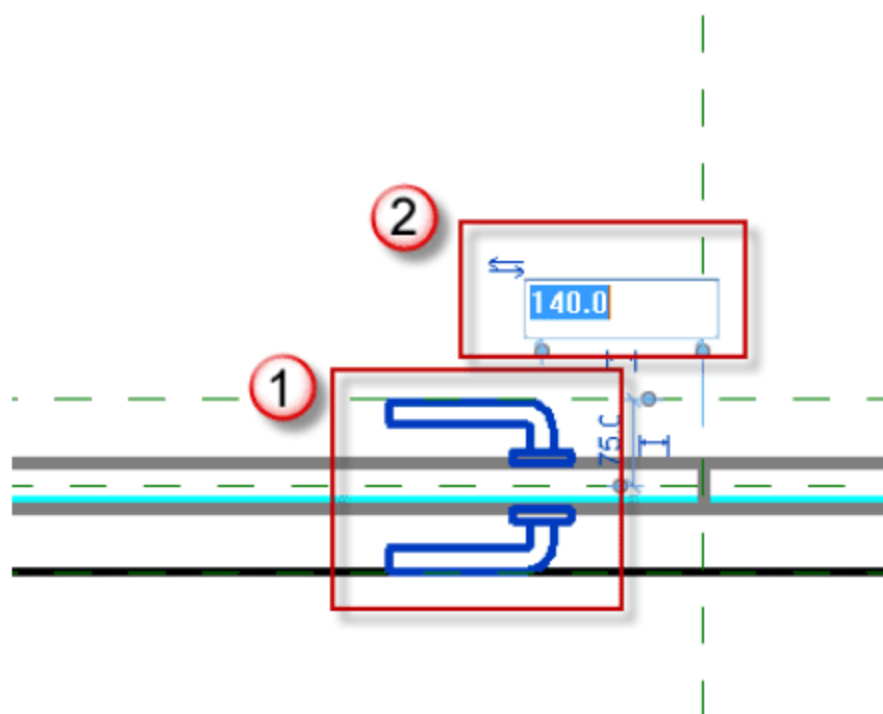
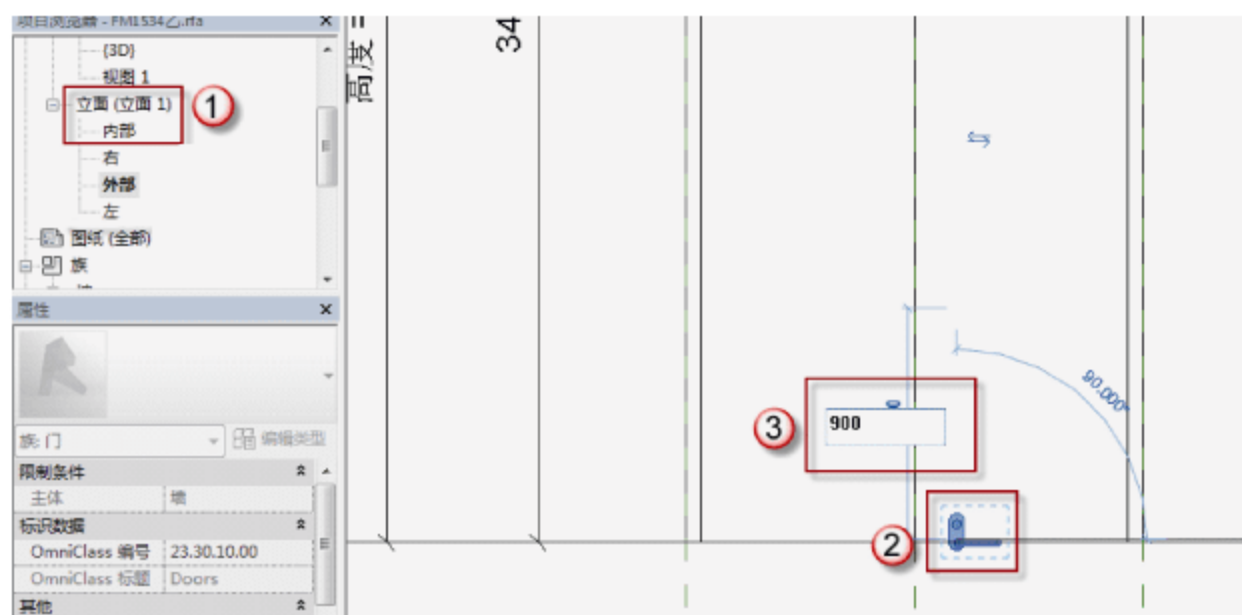

图 6.2.33 调整门锁 6 水平位置
图 6.2.34 调整门锁 6 竖直位置
(30) 调整门锁位置。单击门锁距离门中轴线尺寸，输入“140”字样，如图 6.2.33 所示。选择“项目浏览器”中的“立面（立面 1）”→“外部”选项，进入门的外部立面视图。选择族“门锁 6”，按快捷键 M+V，将其向上拖动并输入“900”，按 Enter 键，如图 6.2.34 所示。最后按快捷键 M+V 将“门锁 6”镜像复制到对称位置，对称轴选择门的中轴线。